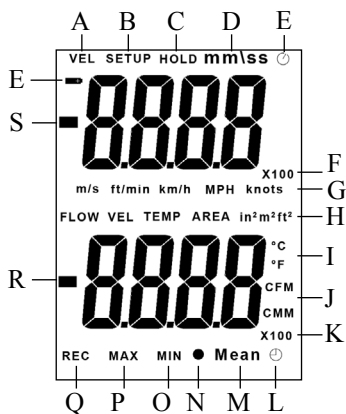

Рис. 2
- c. Нажатием кнопки **UNIT ▼** выберите единицы измерения температуры: при каждом нажатии загорается либо индикатор **°C**, либо индикатор **°F** (поз. I на рис. 2).
- d. Многократным нажатием кнопки **UNIT ▲** выберите единицы измерения скорости воздушного потока. Цикл выбора следующий: **m/s, ft/min, km/h, MPH, knots** (на дисплее последовательно загораются соответствующие индикаторы – поз. G на рис. 2).
- g. Закройте датчик скорости воздушного потока колпачком 3 (см. рис. 2), чтобы изолировать его от исследуемой окружающей среды.